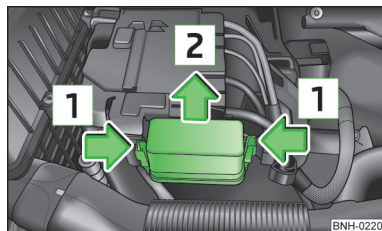
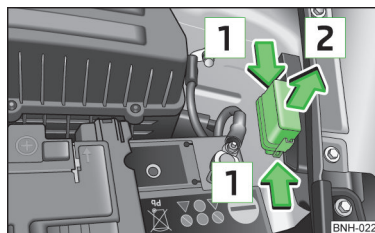

Fig. 146
Fig. 147
- Presionar al mismo tiempo las teclas de enclavamiento de la tapa en el sentido de la flecha **1** » fig. 146 y/o » fig. 147.